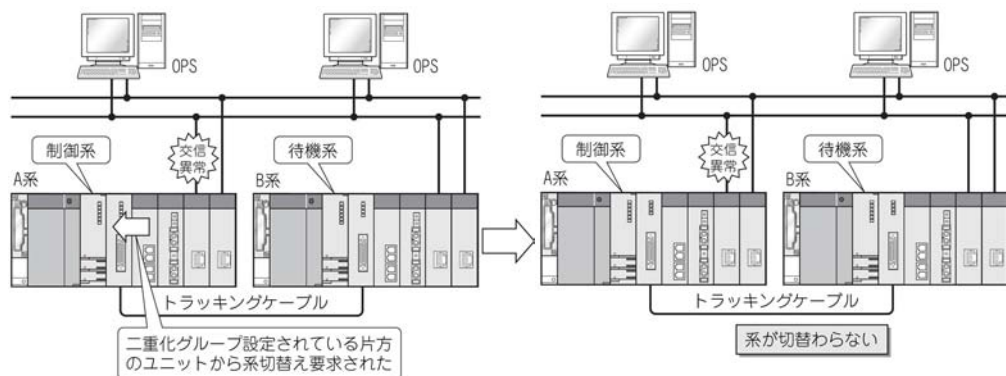

図5.95 一方のネットワークが異常の場合の動作
- ・ 二重化グループ設定したネットワークで、一方のネットワークが異常の場合の動作を図5.95に示します。